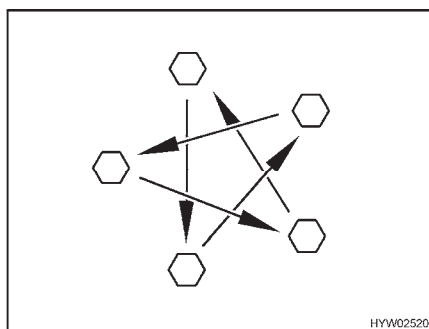

Fig. 171 Serrare a croce i dadi o i bulloni delle ruote
- Controllare regolarmente il serraggio dei dadi o dei bulloni. Regolare a croce (Fig. 171) il serraggio dei dadi o dei bulloni di una ruota sostituita dopo circa 50 km.